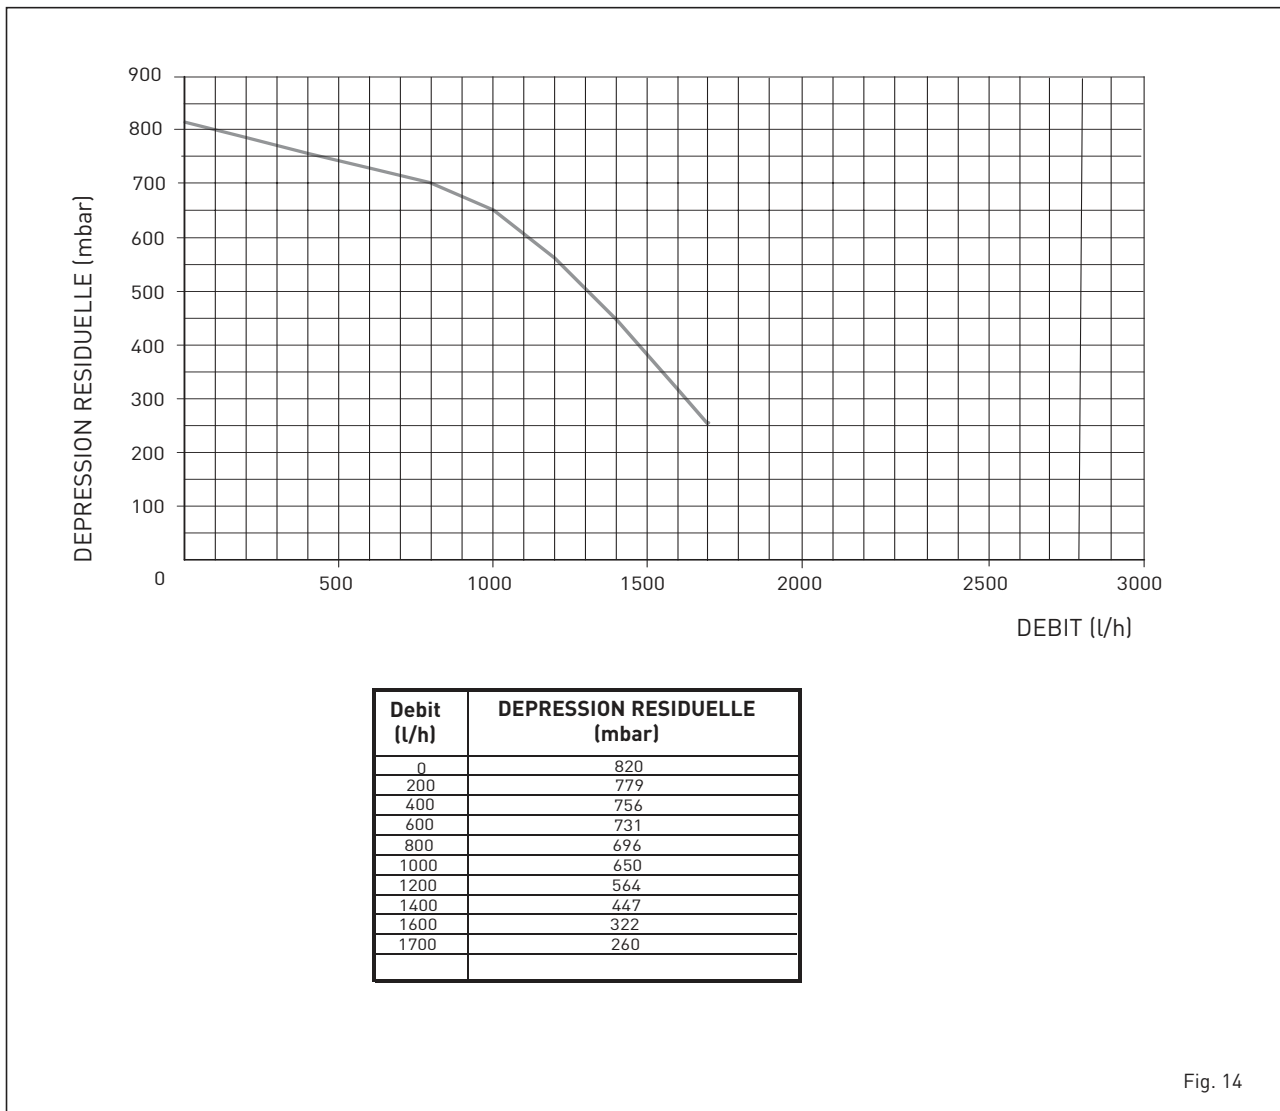

Fig. 14
3.8 DEPRESSION DISPONIBLE (fig. 14)
du débit, sur le graphique de la fig. 14. La vitesse de la pompe modulant est réglé par défaut (**PAR 13 = Au**).